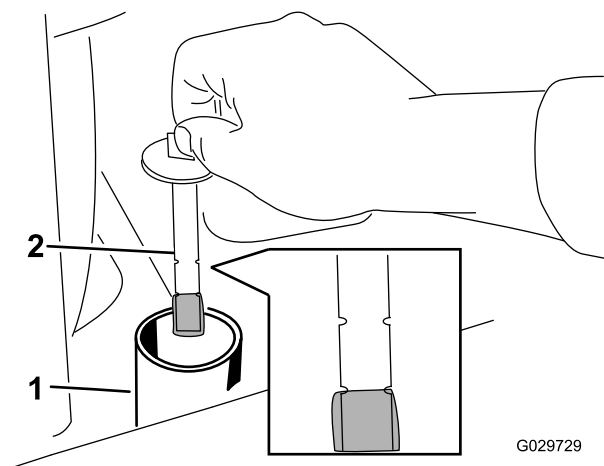

Figura 57
4. Togliete il tappo del serbatoio idraulico e l'asta di livello (Figura 57).